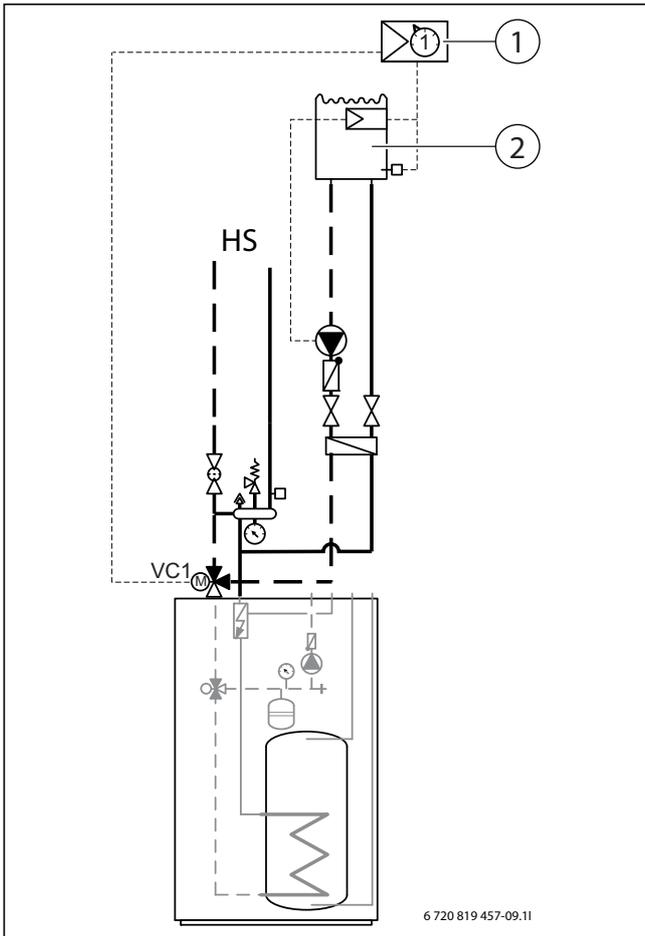

Рис. 43 Пример отопительной системы с бассейном
- ▶ Установите смеситель бассейна в обратную линию к внутреннему блоку (→ [VC1] рис. 43).
- ▶ Установите модуль бассейна (→ инструкция на модуль бассейна). Указание: приведённую в инструкции бассейна схему системы применять нельзя (→рис. 43).